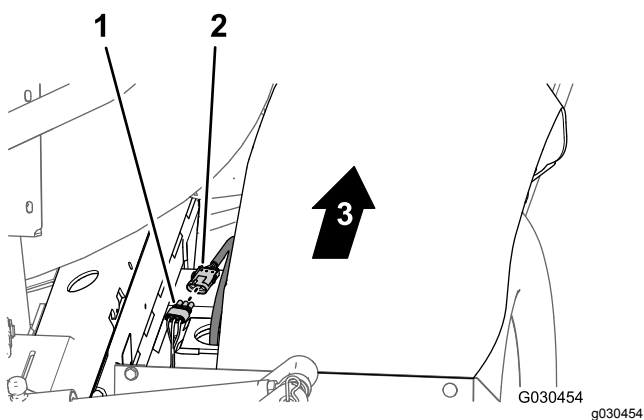

Figura 22
1. Na traseira da máquina (entre o tubo da estrutura direito e o guarda-lamas direito), desligue o conector de três pinos da cablagem do sensor de velocidade no motor de tração hidráulica direito do conector de três tomadas da cablagem traseira principal (Figura 22).